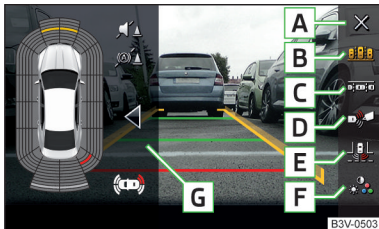

Fig. 281
Function surfaces » Fig. 281
- Tap the function surface **C** » Fig. 281 on page 227.